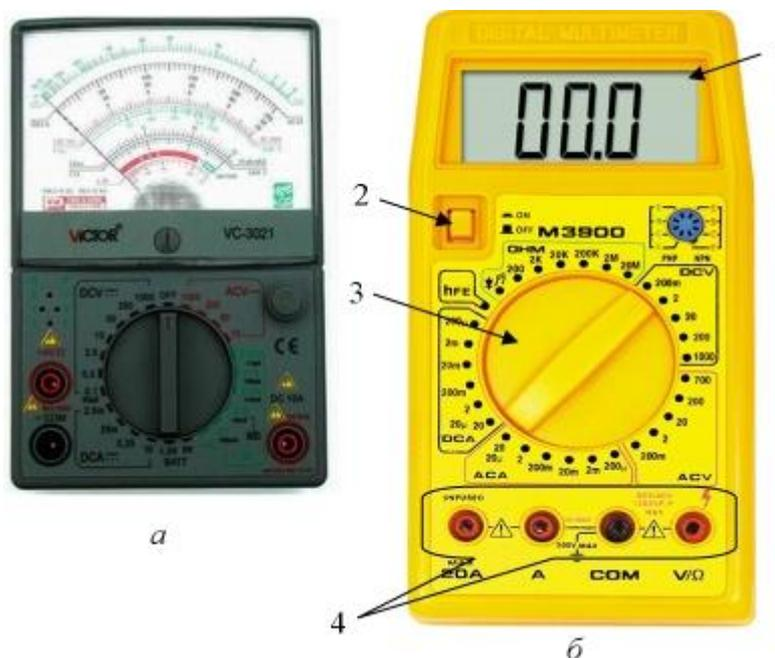

Рис. 1.3.7.1 Мультиметры
Существуют аналоговые (рис. 1.3.7.1а) и цифровые мультиметры (рис. 1.3.7.1б). В аналоговых в качестве индикатора используется стрелочный индикатор (микроамперметр магнитоэлектрической системы), в цифровых – жидкокристаллический индикатор.
Рассмотрим подробнее цифровые мультиметры (рис. 1.3.7.1б). Основные его составляющие: жидкокристаллический индикатор (1), выключатель питания (2), переключатель измеряемых величин и пределов (3) (при отсутствии отдельного выключателя питания выполняет ещё и его функцию), гнезда для подключения проводов (щупов) (4). Питание мультиметра обычно осуществляется от установленного в него элемента с ЭДС 9 В. С целью экономии его ресурса некоторые мультиметры снабжены функцией автоотключения питания (Auto power off), которая